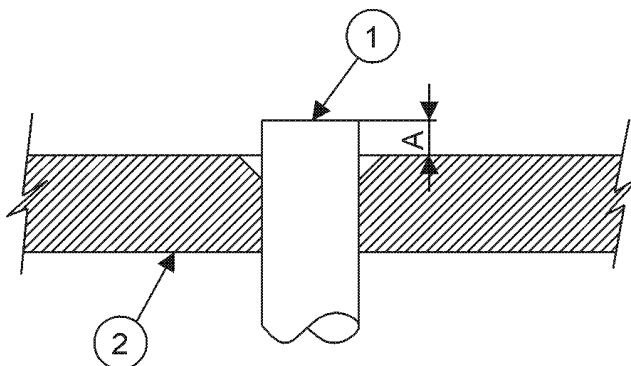

Fig. 24. Placement du tuyau dans l'appareil à collets
- B. Placer le tuyau à l'intérieur de l'appareil à collets (cf. fig. 24). La hauteur « A » de la saillie du tube sera déterminée en fonction de son diamètre extérieur. Cf. tableau n° 2.